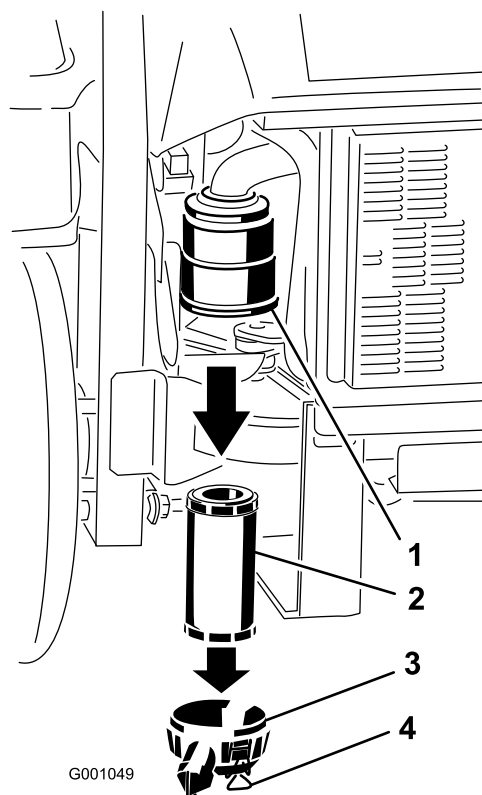

Figura 35
3. Rilasciate i dispositivi di fermo del filtro dell'aria e togliete il coperchio dal corpo del filtro (Figura 35).
5. Estraete con cautela il filtro dal corpo del filtro dell'aria (Figura 35). Non urtate il filtro contro il corpo.